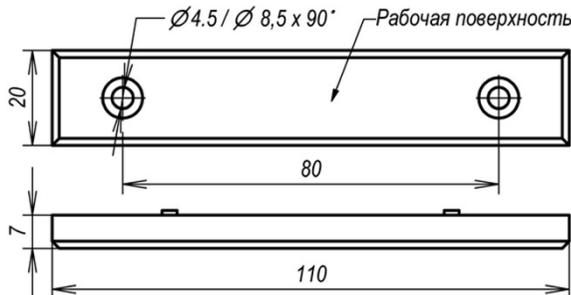

Рисунок 3 – Якорь
5.2 Якорь крепится на двери напротив корпуса двумя саморезами или винтами М4 (рисунок 3). На якорь со стороны двери установлены резиновые амортизаторы, обеспечивающие подвижность и упругое прижатие якоря. Крепежные саморезы не следует затягивать до конца, обеспечив люфт якоря в пределах 0,2...0,4 мм во всех плоскостях.